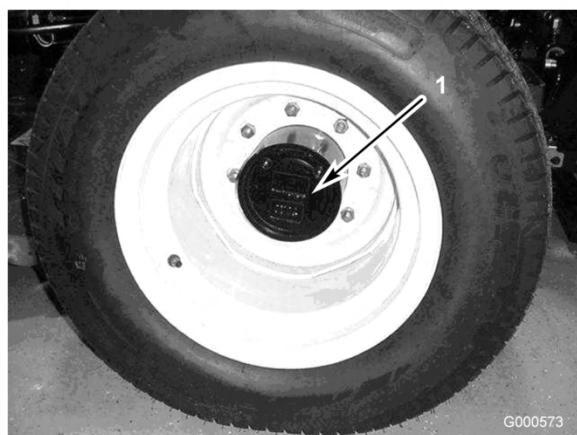

Bild 42
1. Stellen Sie, wenn sich die Maschine auf einer ebenen Fläche befindet, das Rad so, dass sich die Prüf-/Ablassschraube (Bild 42) entweder in der 2-Uhr- oder der 10-Uhr-Stellung befindet.
- Nehmen Sie die Schraube am Planetengetriebe ab (Bild 42). Öl sollte sich unten am Prüfschraubenloch befinden.